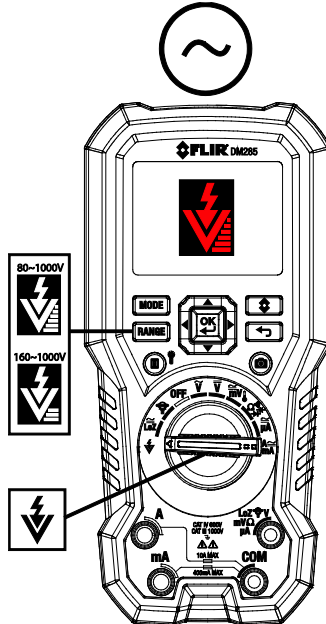

图 9-2 非接触电压检测器
1. 将功能开关设定至 NCV  档位。请参阅图 9-2。
3. 使用 **RANGE** 按钮选择高 (80~1000V) 或低 (160~1000V) 灵敏度范围（请见图 9-2 中的灵敏度图标）。